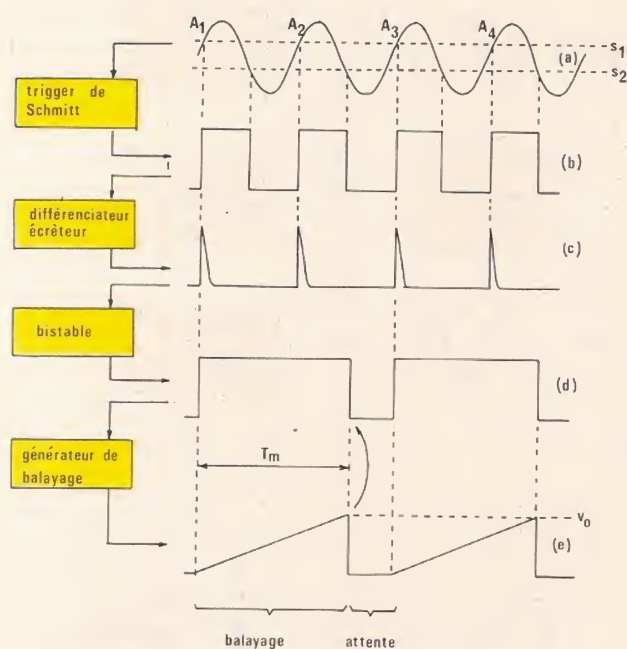
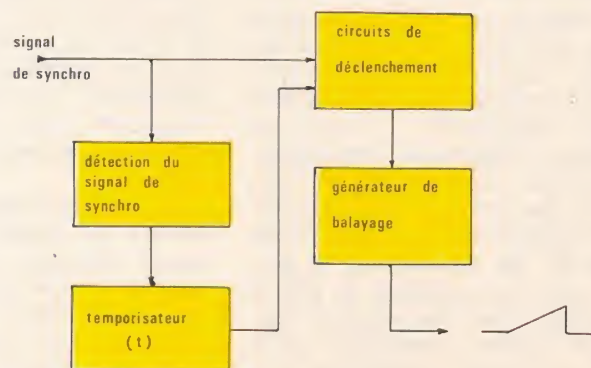

Figure 5
Figure 8
Les circuits successifs que met en œuvre une base de temps déclenchée, et les différentes étapes de traitement du signal, sont illustrés par le diagramme sur la figure 5.
Il apparaît finalement, à l'examen du diagramme de la figure 5, que :
- le départ de chaque dent de scie coïncide avec l'un des passages de la tension de déviation verticale à travers un seuil s_1 , positif dans notre exemple. Tous les balayages commencent donc en des points identiques ($A_1, A_3...$ dans la figure 5),
Le mode « normal » est celui que nous avons illustré par la figure 5 ; il nécessite, pour obtenir un balayage horizontal et assurer l'allumage du spot, la présence d'un signal de déclenchement, en l'absence duquel on n'observerait aucune trace sur l'écran. Le mode « automatique » permet d'obtenir un trait horizontal de référence, même en l'absence de signal. Le principe de son fonctionnement est expliqué par référence au schéma de la figure 8.
Il est souvent utile de pouvoir faire démarrer le balayage sur n'importe quel point, au choix, d'une période du signal affiché. Pour cela, on devra sélectionner : — le signe (+ ou —), c'est-à-dire le déclenchement sur une zone montante ou descendante du signal, — le seuil, c'est-à-dire le niveau de la tension de synchronisation qui commande le basculement du trigger de Schmitt (revoir la figure 5).